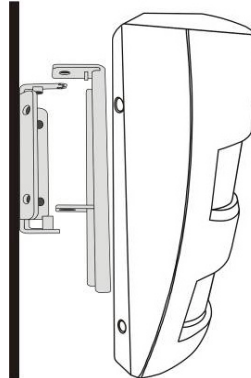

Figure 2
4. Clipser le détecteur sur la rotule en ajustant l'angle de détection à l'aide des trous situés sur la partie supérieure de la rotule. **(Figure 2).**